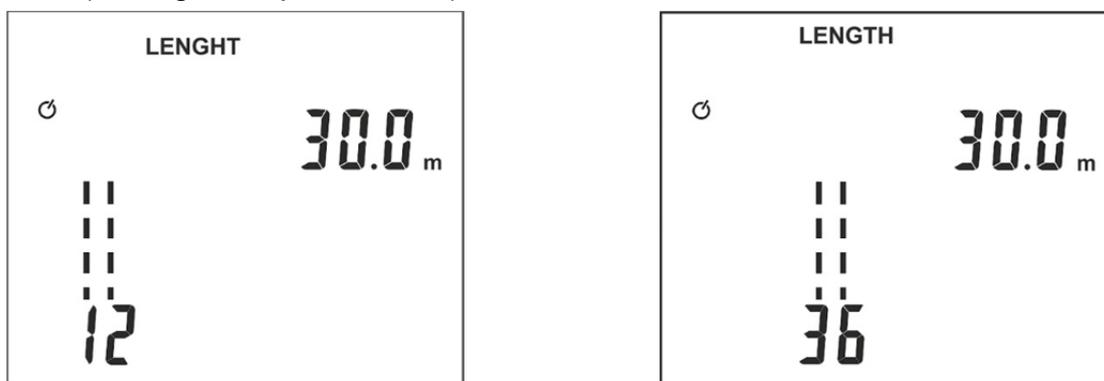

Fig. 14: Resultados da medição do comprimento do cabo
6. Premir o botão **TESTE/←** para efetuar a medição do comprimento relativamente ao par “1-2” para cabos RJ45 e RJ11 (ver Fig. 14 – parte esquerda) ou para cabos coaxiais (ver Fig. 14 – parte direita)